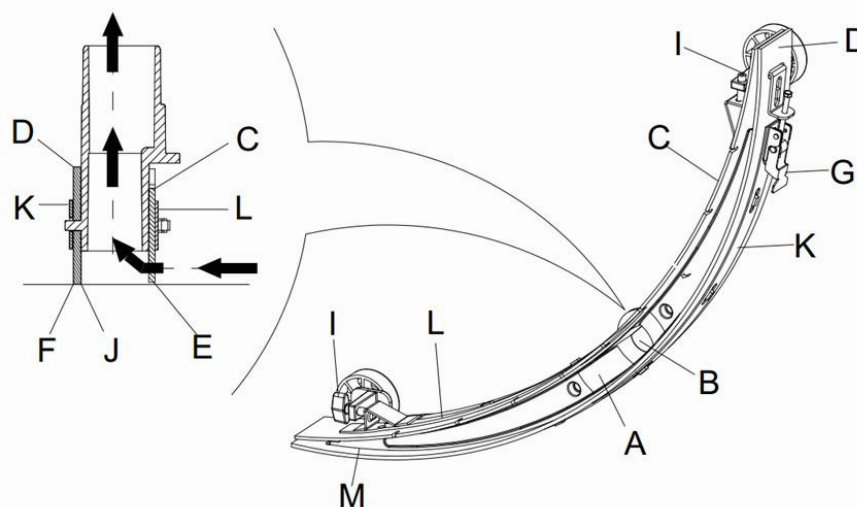

Figura 15
2. Pressione o interruptor de energia (41) para a posição “O” para desligar a máquina.
3. Desaparafuse o botão fixo (16) do squeegee; retire o conector que liga o tubo do vácuo de recuperação do squeegee para o retirar.
4. Utilize o puxador de elevação do squeegee (14) para elevar o encaixe de suporte do squeegee.
5. Limpe o squeegee (**Figura 15**). Limpe bem a ranhura (**A**, **Figura 15**) e a sujidade e fragmentos do tubo de vácuo. Verifique se a lâmina frontal do squeegee (C) e lâmina traseira do squeegee (D) estão intactas, e se existem beiras e rachas. Substitua se necessário (refira aos passos na secção seguinte).
1. Siga os métodos relacionados na secção anterior para limpar o squeegee (**Figura 15**).